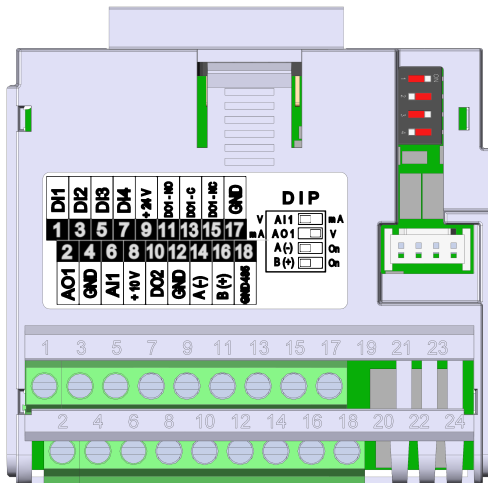

Figura 19.1: Módulo Plug-in CFW500-IOS
O módulo plug-in CFW500-IOS possui somente a interface Serial (1) através da porta RS-485 nos bornes 14 (A-) e 16 (B+), veja Figura 19.1 na página 19-1. Veja também, o GND485 no terminal 18 está isolado do GND nos terminais 17 e 4.